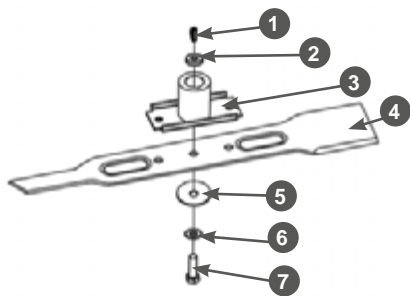

Рис. 24. Установка ножа
2. С помощью соответствующего инструмента открутите болт 7 крепления ножа и снимите нож (Рис. 24).
3. Снимите с вала двигателя адаптер 3 ножа и втулку 2 адаптера (Рис. 24).
4. Убедитесь в том, что шпонка 1 адаптера на месте и не имеет повреждений. Во избежание утери шпонки во время заточки ножа или других работ по обслуживанию газонокосилки рекомендуется извлечь шпонку из шпоночного паза и убрать в надёжное место (Рис. 24).
7. Установите все детали на место в порядке, обратном снятию. Схема установки показана на Рис. 24.
8. Зафиксируйте нож от проворачивания и надёжно затяните болт 7 крепления ножа (Рис. 24).